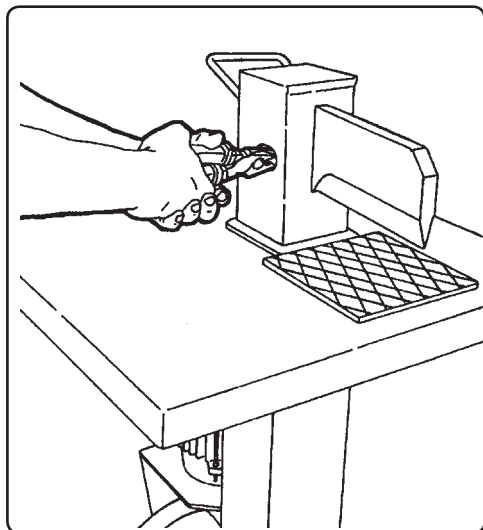

Fig. 8
- 2) Draai met behulp van een tang de pen in de kamer (Afb. 8) 90 graden tegen de wijzers van de klok in. Het stopplaatje bevindt zich in de horizontale positie. Op dit punt kunt u de pen naar buiten trekken.